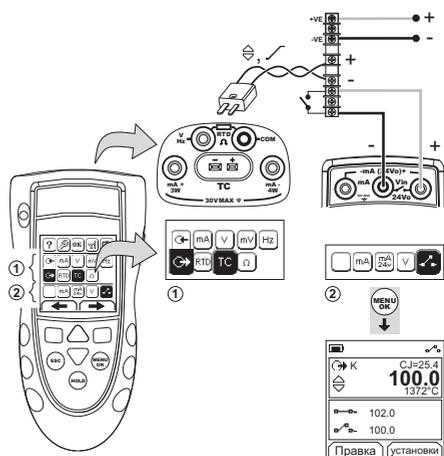

Рисунок 12: Пример конфигурации – Проверка выключателя
1. Подключите прибор (Рисунок 12) и, при необходимости, отрегулируйте Настройка (Таблица 1).